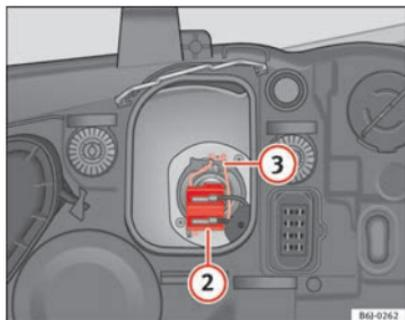

Fig. 166 Médios
- Retirar o conector ⇒ Fig. 166 ② da lâmpada.
- Desengate a mola de fixação ⇒ Fig. 166 ③ pressionando-a para dentro e para a direita.